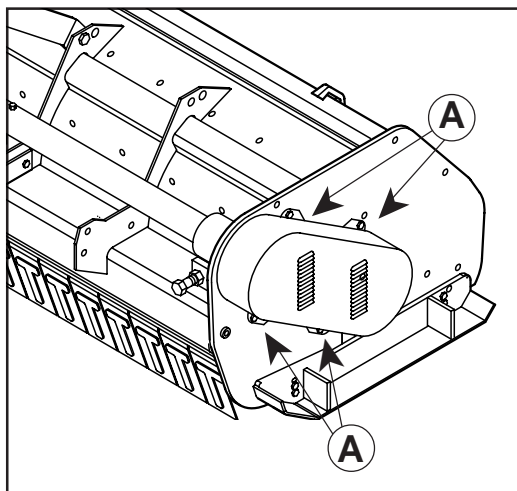

Fig. 13
- Remove the bolts that fix the protective casing (A Fig. 13). Open the casing by pulling it outwards.
- Remount the casing and fix it in place with the previously removed bolts (Fig. 13).
- Die Schrauben entfernen, die das Schutzgehäuse (A, Abb. 13) befestigen, das Gehäuse öffnen, indem man es nach außen zieht.
- Das Gehäuse wieder montieren und mit den zuvor entfernten Schrauben befestigen (Abb. 13).
- Oter les vis de fixation du carter de protection (A fig. 13), ouvrir le carter en le tirant vers l'extérieur;
- Remonter le carter, en le fixant au moyen des vis enlevées précédemment (Fig. 13).
- Quitar los tornillos que fijan el carter de protección (A Fig. 13); abrir el carter, tirando de él hacia el exterior.
- Volver a montar el carter, fijándolo con los correspondientes tornillos (Fig. 13).